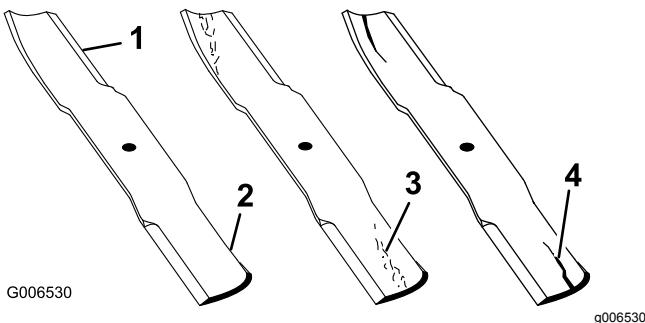

Bild 100
1. Untersuchen Sie die Schnittkanten (Bild 100).
4. Wenn Sie Risse, Verschleiß oder Rillenbildung in diesem Bereich feststellen, sollten Sie sofort ein neues Schnittmesser einbauen (Bild 100).